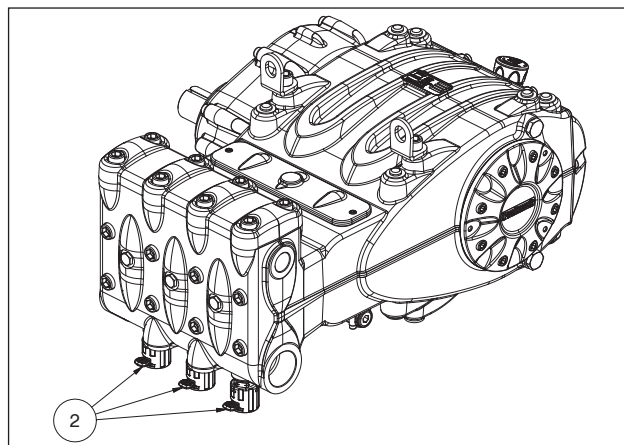

Fig. 9
需要长时间存放或长时间不使用时，必须通过三个升阀装置(参阅位置② Fig. 9)检查吸入阀和输出阀的良好运作。起动泵前，确保已经关闭了阀门。